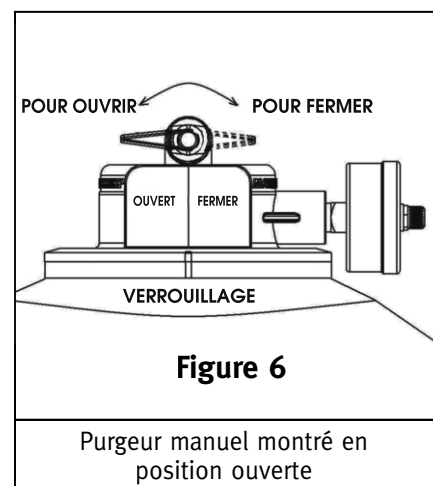

Figure 6
3. Le purgeur manuel doit être mis à la position ouverte (OPEN). (Voir la figure 6.)